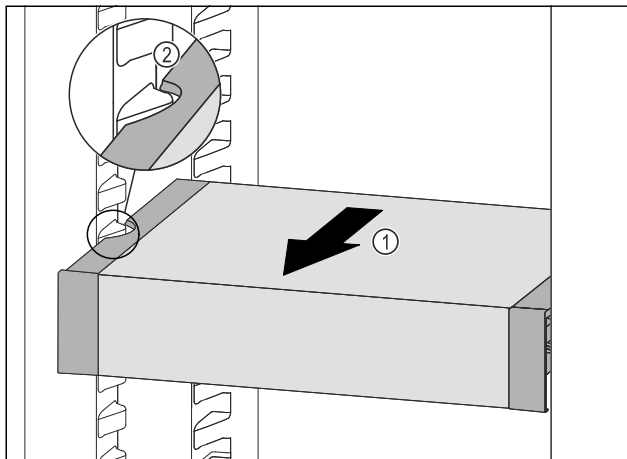

Fig. 141
- Tirer le VarioSafe vers l'avant Fig. 141 (1) jusqu'à ce que les encoches latérales du VarioSafe se trouvent au niveau de la nervure du bac dans la partie réfrigérateur. Fig. 141 (2)